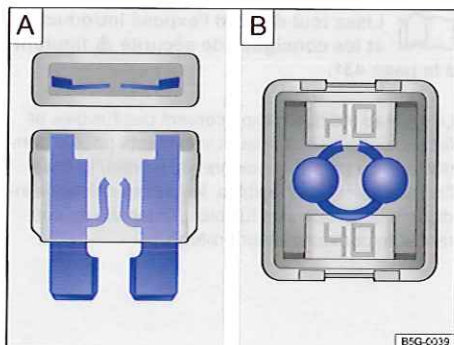

Fig. 251 Fusible grillé : A : fusible enfichable plat, B : fusible-bloc
- Un *fusible enfichable plat* (ATO®, MINi®) grillé est reconnaissable à la bande de métal fondu visible par le haut et le côté du boîtier transparent \Rightarrow fig. 251 A.
- Lorsqu'un *fusible-bloc* (JCASE®) est grillé, la bande de métal fondu est visible par le haut à travers le boîtier transparent \Rightarrow fig. 251 B.